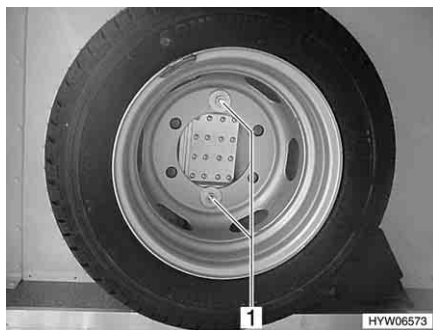

Fig. 220 Ruota di scorta nel gavone di coda
- Svitare i due bulloni (Fig. 220,1) con una chiave per dadi di fissaggio ruota.